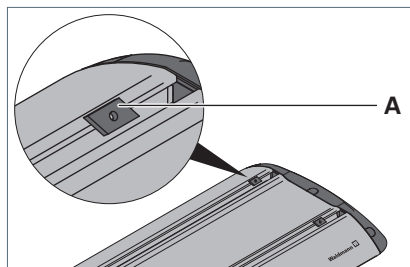

Fig. 11: Inserimento dei dadi scorrevoli.
- Disporre i due dadi scorrevoli in dotazione **A** nelle scanalature a T degli apparecchi d'illuminazione, vedi Fig. 11.